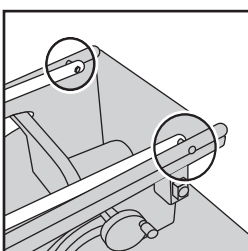

Fig. 8
- Répétez la procédure de l'autre côté (**Fig. 8**).